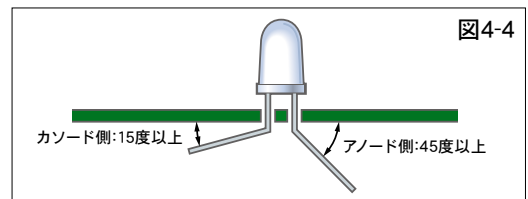

図4-4
- ④インサタでの実装においては、挿入プッシャー圧をできるだけ低くし、クリンチは部品を保持できる最低角度でおこなってください。プッシャー圧は0.2MPa以下、クリンチ角度はインサート後の状態でアノード側45度以上、カソード側15度以上をお奨めします。（図4-4）
- ⑤直付けタイプの場合、クリンチ後にリードに過度のストレスが加わった状態を避け、LEDの樹脂部が可動する状態で実装下さい（実装基板が大きい、もしくは反りがある場合に、実装基板内の場所によってクリンチの状態が変わり、過剰な応力により樹脂部が破損する場合があります）。